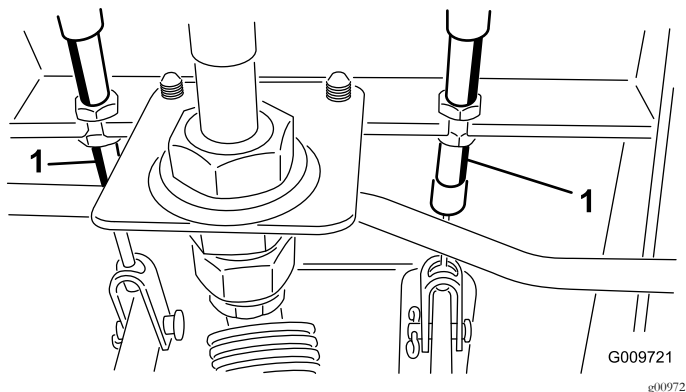

Figura 64
- A. Allentate il dado anteriore sull'estremità filettata del cavo del freno (Figura 64).